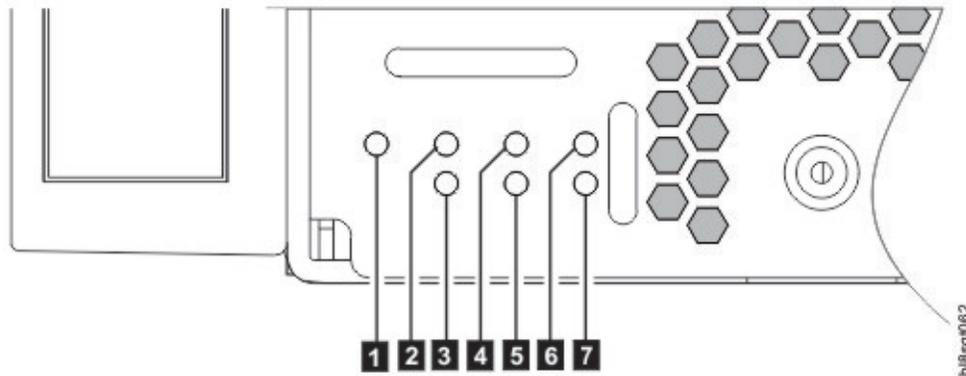

Abbildung 12. Vorderseite - linke untere Ecke (Teilansicht)
An der Vorderseite des Gehäuses sind unten links die sieben (7) wichtigsten Gehäusesystem-LEDs zugänglich. Siehe auch Abb. 12 auf Seite 16. Außerdem sind dort die linken und rechten Zuggriffe des Gehäuses verfügbar, mit denen das Gehäuse für Wartungsaufgaben im Rack nach vorne geschoben werden kann.